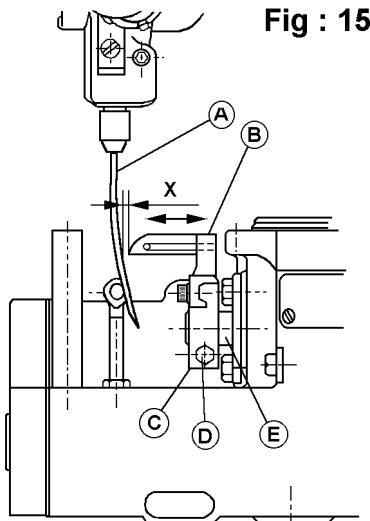

Fig : 15
Om dit te doen, draaien we de naaikop zodanig dat we een overzicht hebben vanaf de invoer zijde, zie Fig: 15. Om de afstand, X, in te stellen gebruiken we de mal 15162 (F).
De juiste afstand kan ingesteld worden als de grijper (B) op het einde van zijn naar achteren gaande koers is gekomen (Fig :15) Als de niet correct is (zie